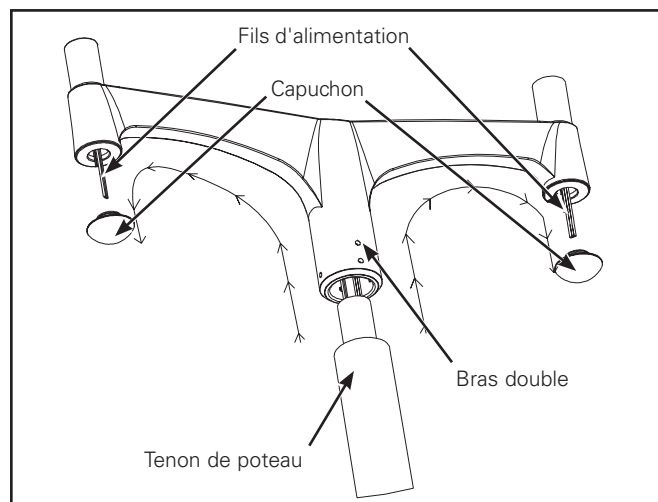

Figure 10.
2. Tirez sur les fils d'alimentation du tenon du poteau et divisez les raccordements d'alimentation en deux afin que des fils d'alimentation aillent des deux côtés du bras. (Figure 10.)